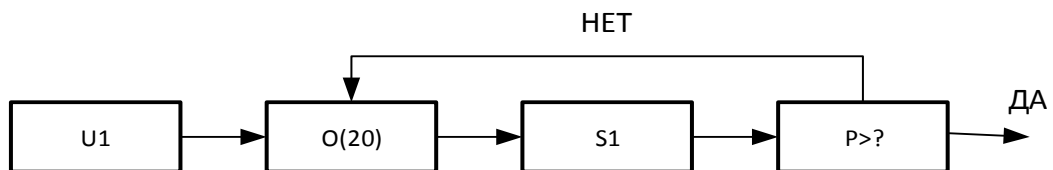

Рис. 3. Вариант 3 (Функциональная схема СМО)
3. СМО состоит из источника заявок, очереди конечной длины и сервера (рис. 3). Обслуженные сервером заявки с вероятностью p покидают систему, и с вероятностью $(1-p)$ возвращаются в очередь на повторное обслуживание.